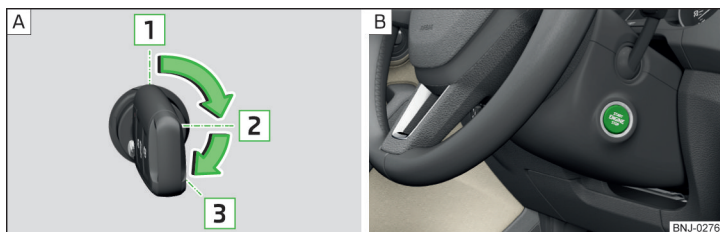

Fig. 114 Posizioni della chiave veicolo nel blocchetto di accensione / pulsante Starter
Posizioni della chiave veicolo nel blocchetto di accensione » fig. 114 - A
- Premere il pulsante » fig. 114 - B, l'accensione viene inserita/disinserita.
- Nei veicoli con **blocchetto di accensione** ruotare la chiave in posizione **3** » fig. 114 a pag. 93 - A, ha luogo il processo di avviamento. Rilasciare la chiave, il motore si avvia in automatico.
- Nei veicoli con **pulsante Starter** premere brevemente il pulsante » fig. 114 a pag. 93 - B, il motore si avvia automaticamente.
- Nei veicoli con **blocchetto di accensione** ruotare la chiave in posizione **1** » fig. 114 a pag. 93 - A.
- Nei veicoli con **pulsante Starter** premere il pulsante » fig. 114 a pag. 93 - B, il motore e l'accensione vengono disattivati contemporaneamente.
➤ Tenere premuto il pulsante » **fig. 114 a pag. 93** - **B** o premerlo due volte entro 1 secondo.